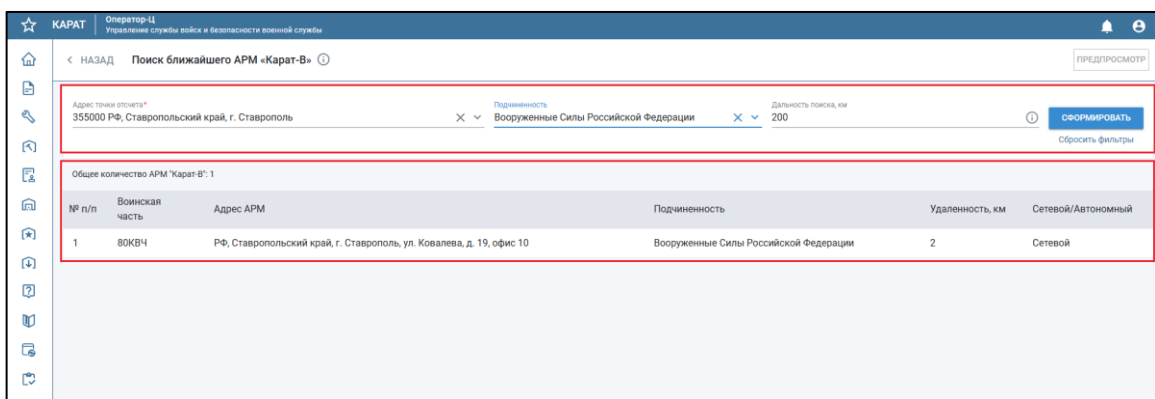

Рисунок 140
Для формирования запроса на выполнение расчетной задачи следует заполнить обязательные поля (отмечены звездочкой **\***) и нажать на активировавшуюся кнопку **СФОРМИРОВАТЬ**. Для уточнения параметров выполнения расчетной задачи дополнительно следует заполнить не обязательные поля. Установленное по умолчанию значение поля "Дальность поиска, км" (200) может быть изменено. Максимально допустимое значение для ввода в данное поле 999, минимально допустимое значение 0 (для поиска без ограничений по расстоянию). Результат расчетной задачи отобразится в рабочей области. (Рисунок 140).